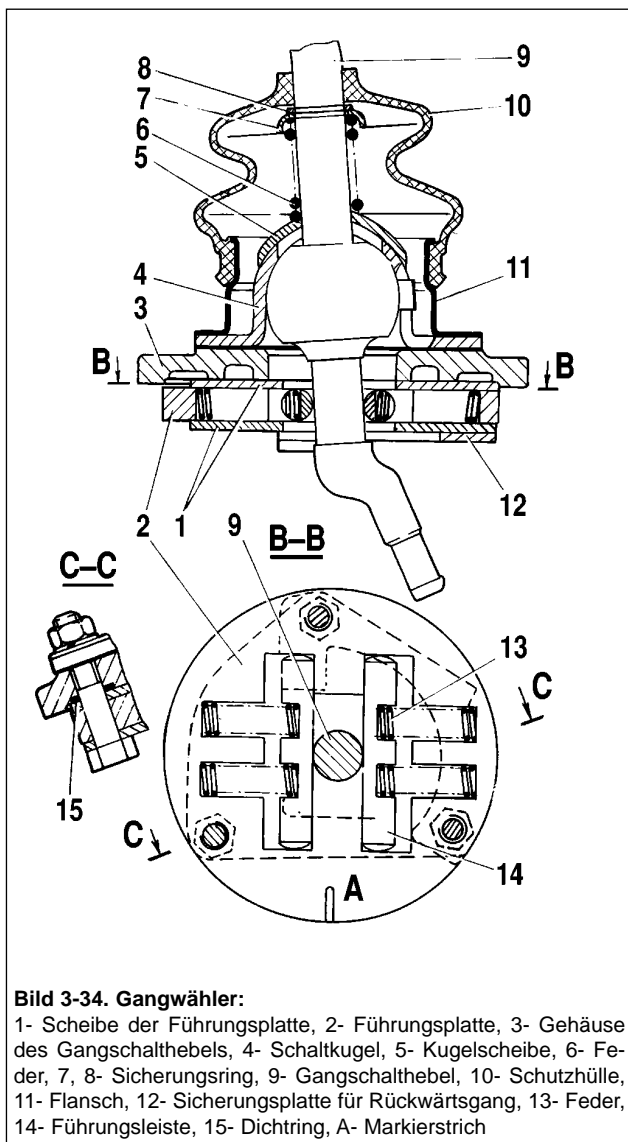

Bild 3-34. Gangwähler:
- Die Teilenlage in bezug auf den Markierstrich A (Bild 3-34) an der Führungsplatte visuell anmerken, um die Teile beim Zusammenbau in derselben Lage zu verbinden,